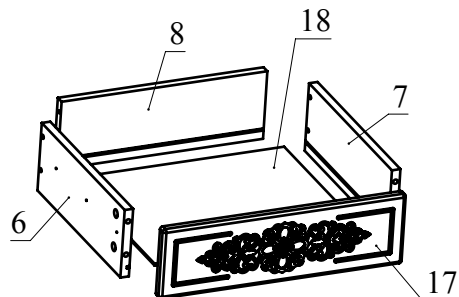

Рис.6
5. Соберите ящик. Для этого соедините детали 6, 7 с деталью 8 с помощью конфирматов. Затем вставьте деталь 18 (ДВП) в пазы деталей 6, 7, 8. Установите фасад ящика 17 на детали 6, 7 и зафиксируйте, повернув конфирматным ключом головки минификсов по часовой стрелке до упора (Рис. 6).